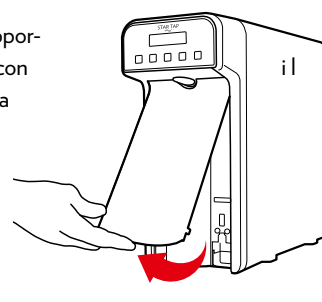

Fig. 1-13
30.9 - Estrarre il coperchio del pannello frontale in plastica afferrandolo dal lato inferiore e tirandolo in avanti, vedi Fig. 1-13.